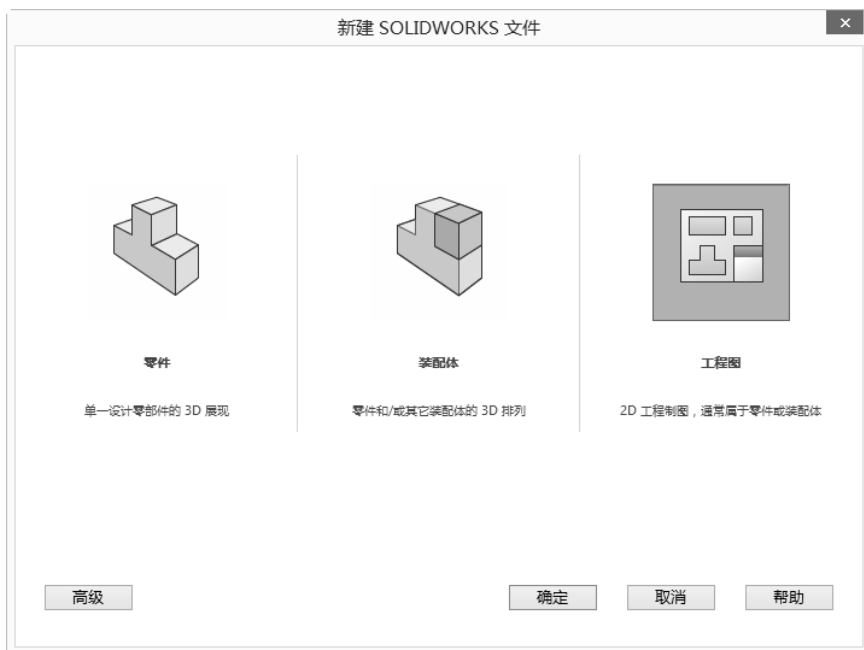

图 6-1 “新建 SOLIDWORKS 文件”对话框
- 2) 在“新建 SOLIDWORKS 文件”对话框中的“模板”选项卡中选择“工程图”图标, 如图 6-1 所示。